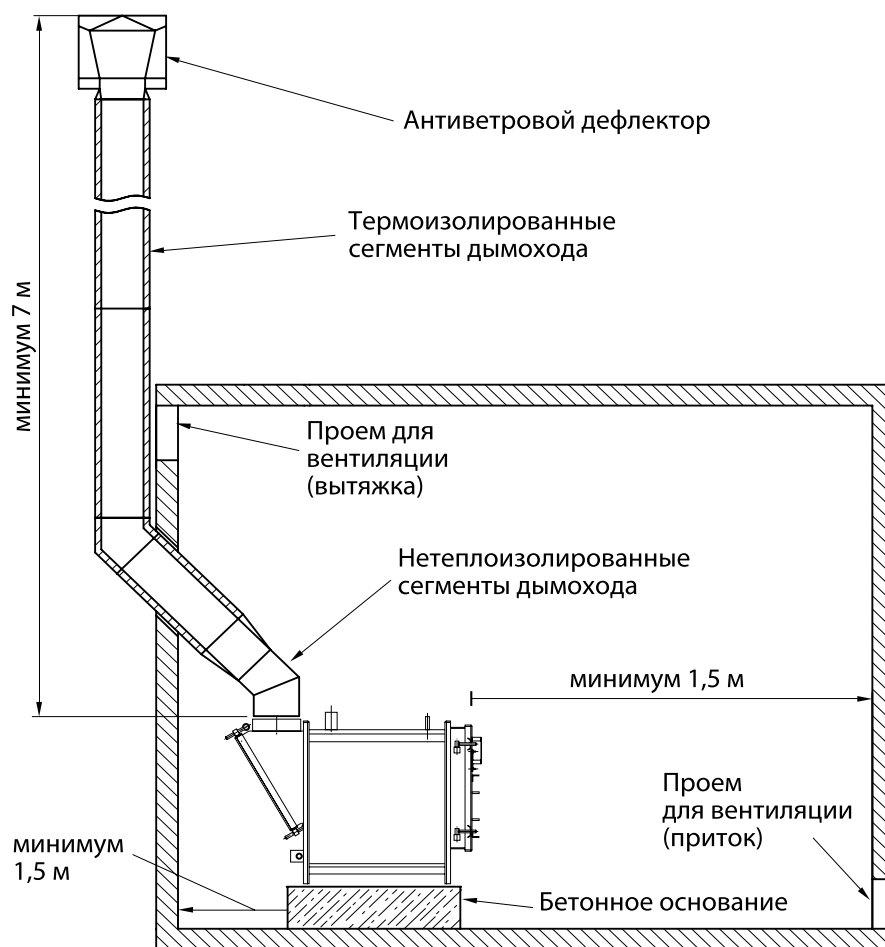

Рис. 8 Пример установки дымохода через стену
2. Смонтируйте горелку на фланец **1** передней верцы котла, установив между фланцем горелки и фланцем котла прокладку (рис. 8)